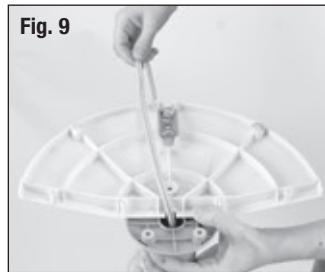

Fig. 9
- Placer le ventilateur à l'envers, puis insérer le cordon d'alimentation dans la rainure située au centre de la pièce arrière de l'assemblage de la base (Fig. 9).